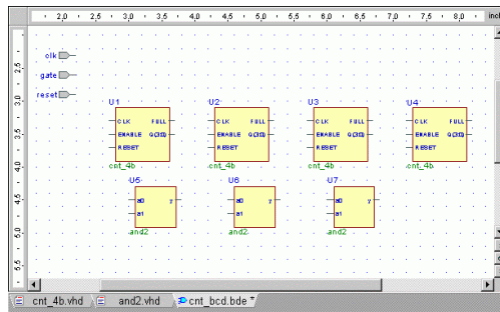

Рисунок 1.19 – Розміщення компонентів логічної схеми
1.2.4.9 Перетягніть блоки **and2** і **cnt_4b** на робоче поле редактора BDE і розташуйте, як показано на рис. 1.19. Закрийте вікно **Symbol Toolbox**.